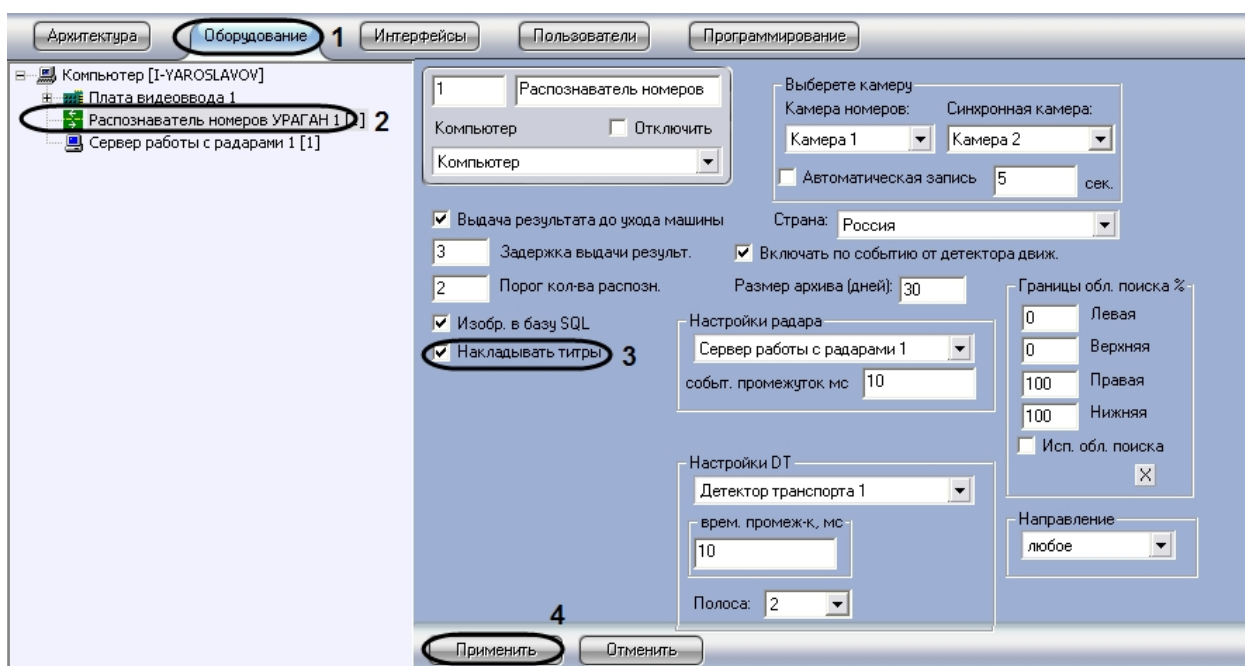

Рис. 30. Активирование функции наложения титров
2. В дереве объектов на вкладке «Оборудование» выбрать объект «Распознаватель номеров УРАГАН», соответствующий настраиваемому программному модулю «Ураган». В правой части вкладки «Оборудование» отобразится панель настройки выбранного объекта (см. Рис. 30).